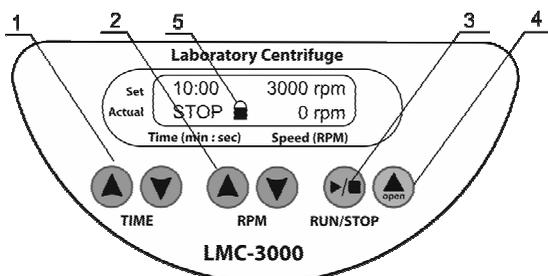

Fig.3 Pannello di controllo
- 4.4. Chiudere attentamente e con cautela il coperchio finché non si avverte un click. Il simbolo e l'indicazione di STOP  compariranno nella riga in basso del display (fig.3/5)
- 4.5. Utilizzando i tasti ▲ e ▼ **TIME** (fig. 3/1), impostare l'intervallo di tempo richiesto (0-90 min, incremento di 1 min).
- 4.6 Utilizzando i tasti ▲ e ▼ **RPM** (fig. 3/2), impostare la velocità desiderata (100-3000 rpm, incremento di 100 rpm). È possibile regolare la velocità anche quando l'unità è in funzione.
- 4.7. Premere il tasto **RUN/STOP** (fig. 3/3) per avviare la centrifugazione. La velocità effettiva e il simbolo RUN lampeggiante vengono visualizzati nella riga in basso. Il timer nella riga in alto inizia il conto alla rovescia quando viene raggiunta la velocità impostata (simbolo RUN fisso).
- 4.8. La centrifugazione si interrompe automaticamente allo scadere del tempo impostato e sul display viene visualizzata l'indicazione lampeggiante **STOP**. Viene emesso un segnale acustico quando il rotore è completamente fermo (premere il tasto **RUN/STOP** (fig.3/3) per interrompere il segnale).
- 4.10. Premere il tasto **Open** (fig.3/4) e aprire il coperchio sollevandolo verso l'alto con una mano (è possibile aprire il coperchio solo a rotore completamente fermo). Sul display compare OPEN.